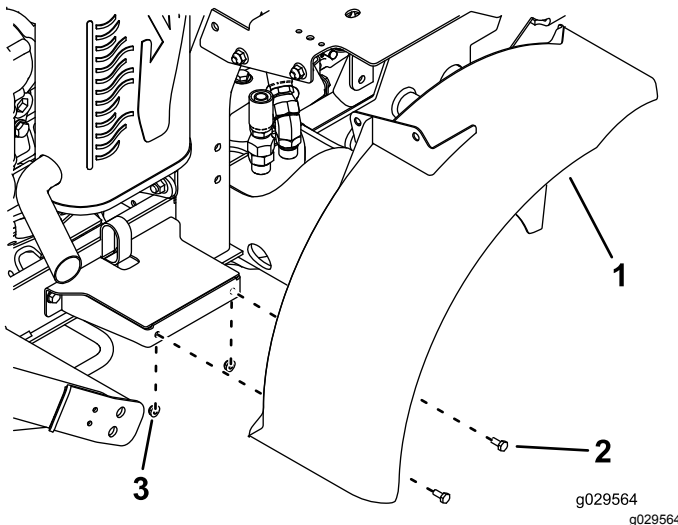

Bild 37
14. Befestigen Sie die Seite des rechten Kotflügels lose mit zwei Schrauben (1/4" x 5/8") und zwei Muttern (1/4") an der Kotflügelhalterung (Bild 37).
15. Befestigen Sie die Halterung oben am Kotflügel mit zwei Schrauben (3/8" x 3/4") und zwei Muttern (3/8") an der Halterung des Kraftstofftanks (Bild 37).